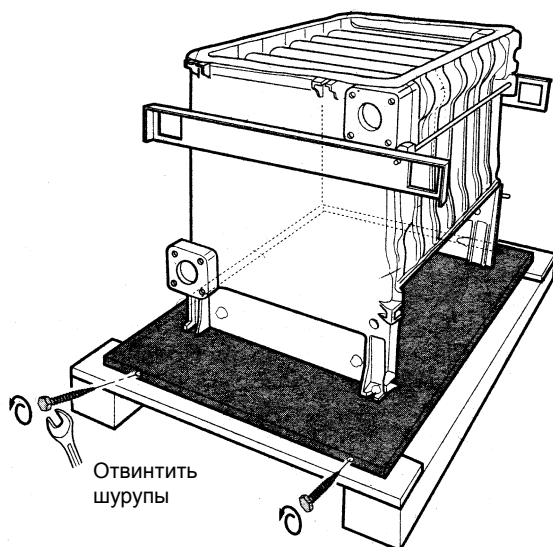

Рис.13. KN 45...63-8...
- KN 45...63-8... фиксация сбоку, см. рис.13.
- " В отверстия поперечной балки (19) вставить предназначенные для переноса трубки и и снять блок секций с основания.